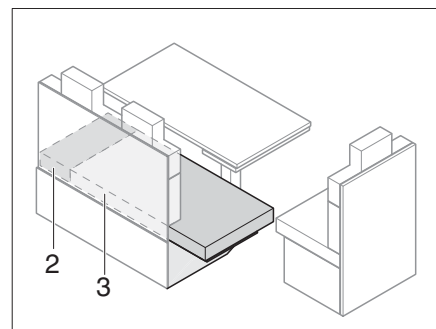

Fig. 134 Après l'agrandissement
- Tirer le coussin d'assise (Fig. 134,3) sur la rallonge de la banquette.
- Placer les coussins supplémentaires (Fig. 134,2) entre les coussins d'assise (Fig. 134,3) et la paroi extérieure.
- Retirer le coussin supplémentaire (Fig. 134,2).
- Tirer le coussin d'assise (Fig. 134,3) sur la banquette.